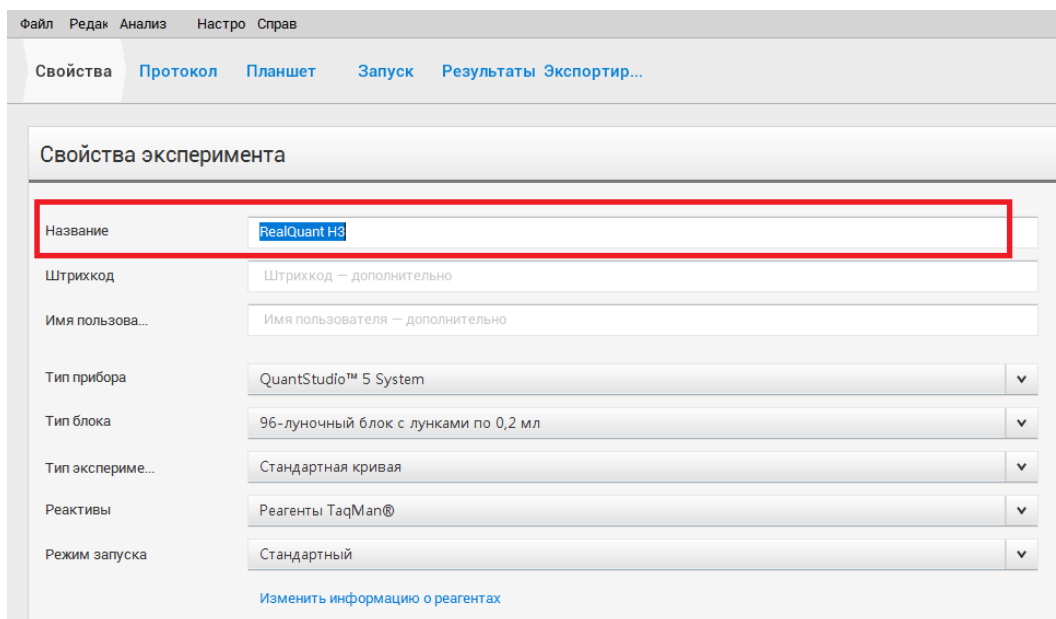

Рисунок 46
4. В открывшейся вкладке «Свойства» в графе «Название» написать имя шаблона – «**RealQuant H3 AB**» (рисунок 46).